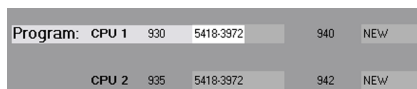

Abb. 5: Versionsanzeige - ToolKit
2. Weitere Informationen siehe Abb. 5.